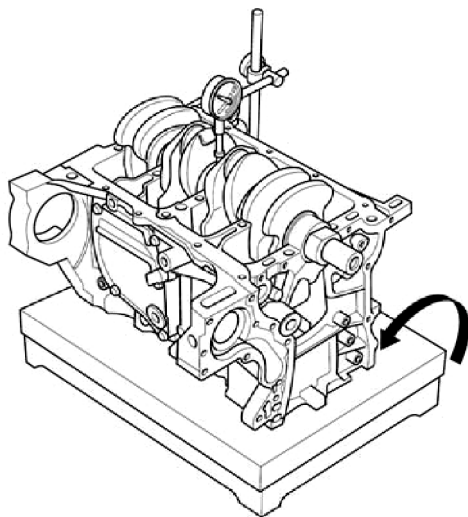

图 8-17 测量曲轴的跳动量
- 4) 测量所有主轴颈的径向跳动量，如图 8-17 所示。将曲轴旋转两圈，每个轴颈测量结果的差值不能超出维修极限（0.04mm）。